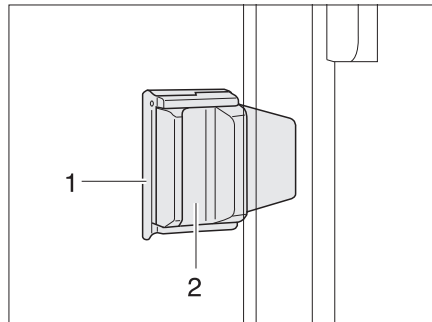

Bild 62 Schiebefenster mit Schiebeverriegelung
- Verriegelung (Bild 62,1) herausziehen.
- Griff (Bild 62,2) drücken und gleichzeitig nach vorn oder hinten schieben.
- Verriegelungsknopf (Bild 62,1) in vertikale Position drehen.